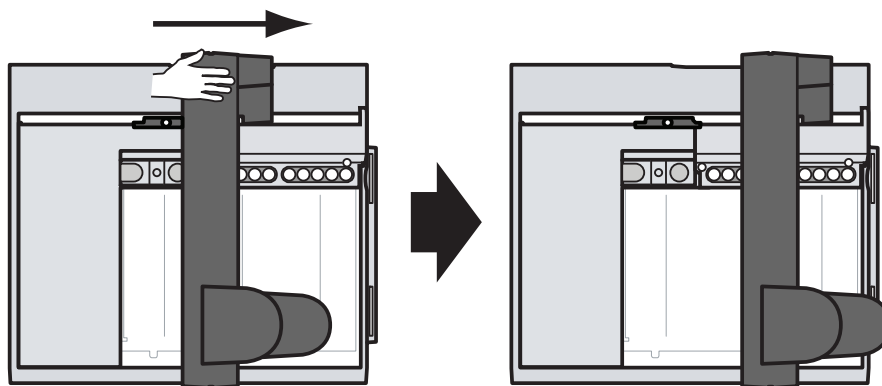

図 7 サンプルトレイの取り付けブラケットに向かってガントリをスライド
- 4 図 7 に示すようにガントリに手を置き、残っている出荷用クランプに手が届くまでガントリをサンプルトレイの取り付けブラケットに向かってゆっくり押しします。